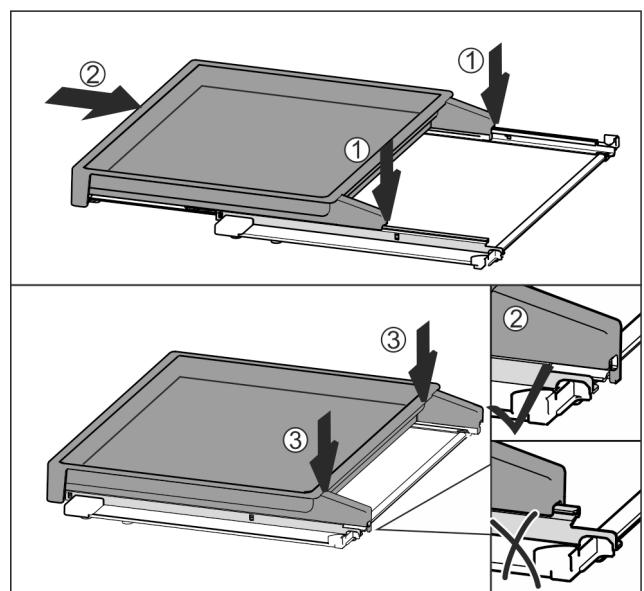

Fig. 97
- Položite jo na sredino tirnic Fig. 97 (1).
- Izvlečno polico v celoti potisnite noter Fig. 97 (2).
- Pritisnite na zadnji strani, da se slišno zaskoči Fig. 97 (3).